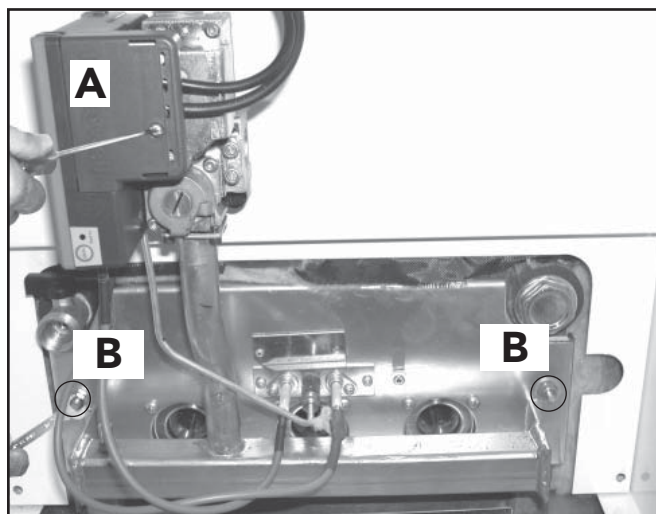

fig. 8
- Quitar la centralita electrónica de mando **A** de la válvula de gas (fig. 8).
- Desenroscar las dos tuercas **B** que fijan la puerta de la cámara de combustión a los elementos de fundición de la caldera (fig. 8)